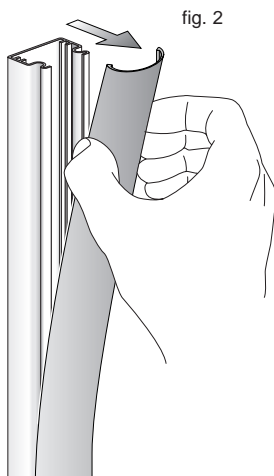

fig. 2
- Sfilate da ciascuna delle due barre la copertura avendo cura di non fletterla eccessivamente (fig. 2).